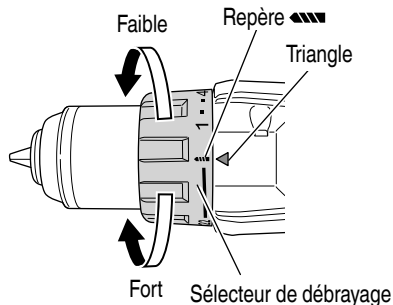

Fig. 12
6. Vérification de la position du sélecteur de débrayage (Voir Fig. 12).
- (2) Indication du couple de serrage (Voir les Fig. 12 et 14)
- (3) Réglage du couple de serrage (Voir les Fig. 12 et 14)